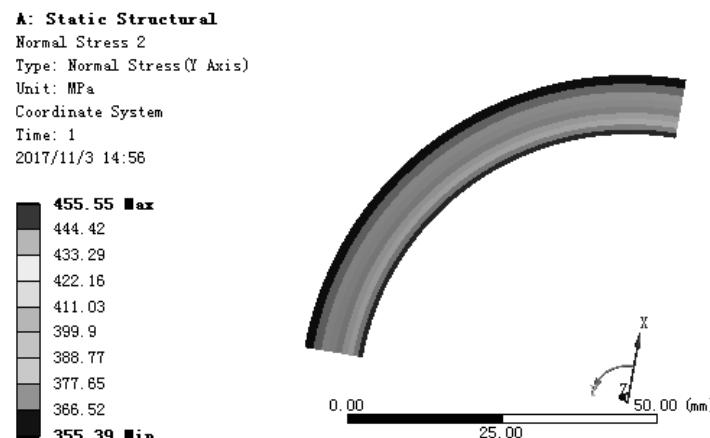

图 7.5.38 切向应力结果图解
(4) 查看切向应力结果图解。在“Outline”窗口中选中 Normal Stress 2，查看图 7.5.38 所示的切向应力结果，其最小切向应力为 355.39 MPa，最大切向应力为 455.55 MPa。